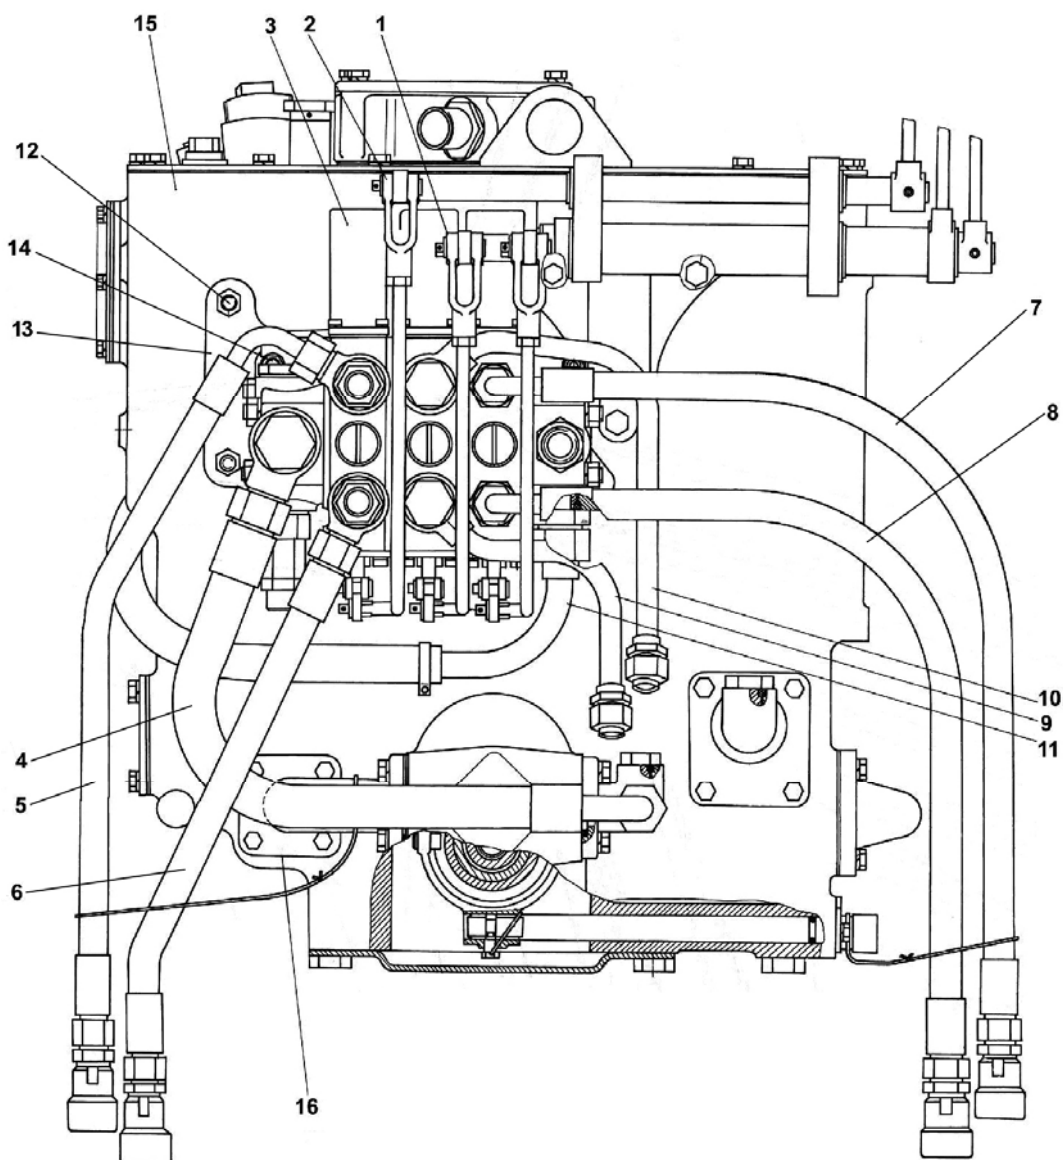

Рисунок 9.4
- а) отсоедините тяги управления 1 (рисунок 9.4), 2 от распределителя 3;
- а) отсоедините от насоса всасывающий патрубок 16 (рисунок 9.4) и нагнетательную магистраль 4;